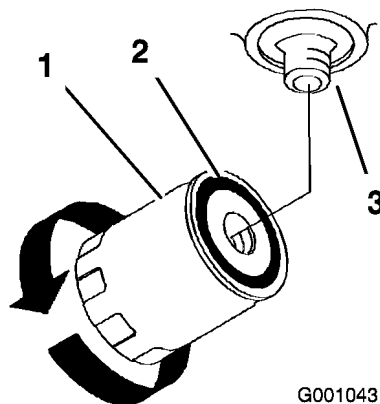

Figure 60
4. Appliquez une fine couche de liquide hydraulique sur le joint en caoutchouc du filtre de rechange (Figure 60).
6. Remplissez le réservoir hydraulique jusqu'à ce que le liquide déborde du filtre. Tournez alors le filtre à huile dans le sens horaire jusqu'à ce que le joint en caoutchouc vienne toucher l'adaptateur du filtre. Serrez ensuite le filtre de 1/2 tour supplémentaire (Figure 60).